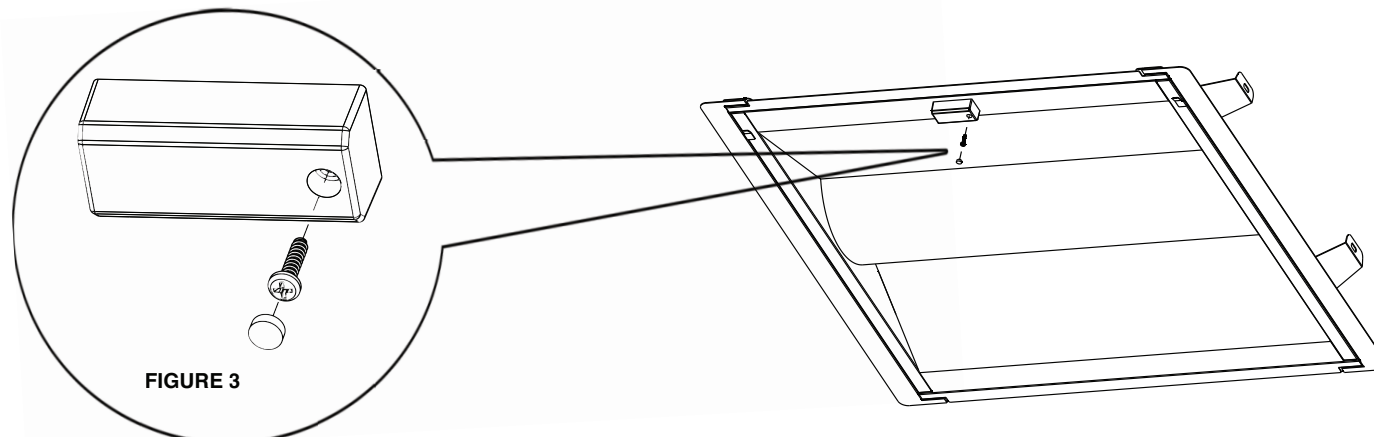

FIGURE 3
3. Fixer le noeud c-Max™ sur place en serrant la vis M3 à tête ronde fournie avec une clé hexagonale (Allen) (non fournie). Une fois la vis fixée, la couvrir avec le bouchon en silicone. (voir **Fig. 3** - dessin à titre d'exemple uniquement. La vis réelle sera différente).